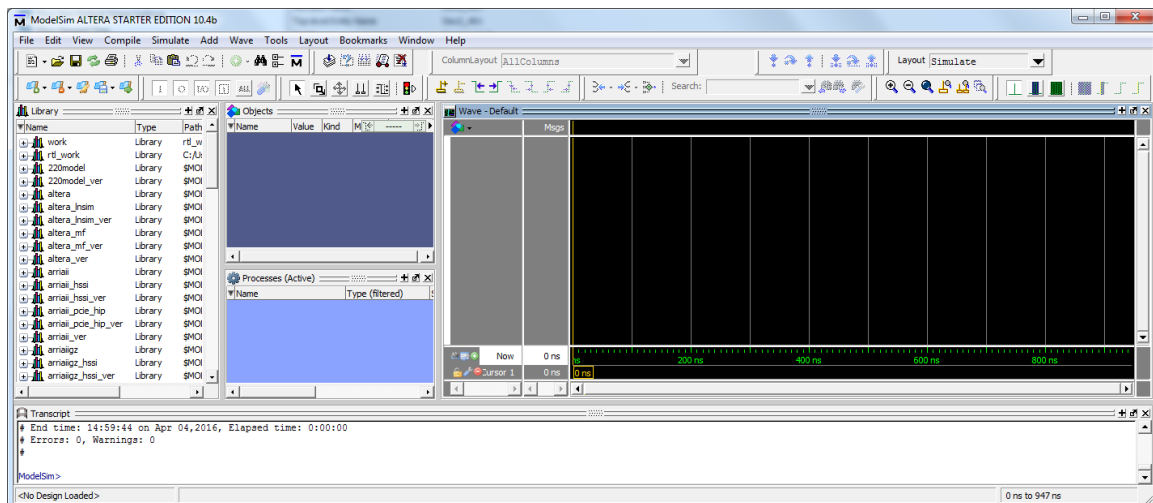

Figura 4 – Aspecto inicial da janela da ferramenta de simulação “ModelSim Intel FPGA Starter Edition”.
7. Quando executada, a ferramenta de simulação “ModelSim Intel FPGA Starter Edition” deve apresentar o aspeto ilustrado na Figura 4. Caso a janela “Wave” (destinada ao desenho das formas de onda) não apareça, poderá ativá-la através do menu “View → Wave”.